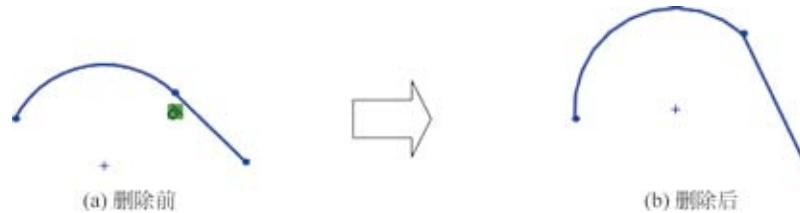

图 3.45 删除约束
在 SolidWorks 中添加几何约束时，如果草图中有原本不需要的约束，则必须先把这些不需要的约束删除，然后添加必要的约束，原因是对于一个草图来讲，需要的几何约束应该是明确的，如果草图中存在不需要的约束，必然会导致一些必要约束无法正常添加，因此我们就需要掌握约束删除的方法。下面以删除如图 3.45 所示的相切约束为例，介绍删除几何约束的一般操作过程。
- 步骤 2 选择要删除的几何约束。在绘图区选中如图 3.45 (a) 所示的 符号。
- 步骤 4 操纵图形。将鼠标移动到直线与圆弧的连接处，按住鼠标左键拖动即可得到如图 3.45 (b) 所示的图形。